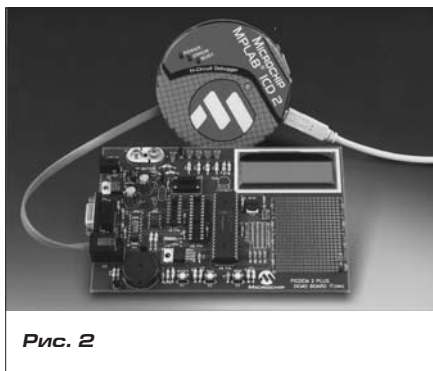

Рис. 2
Дебаггер ICD2 поставляется (таблица 2) как в виде отдельного модуля с характерным красно-синим корпусом без источника питания (DV164005), с источником питания (DV164007), а также в составе комплекта с демонстрационной платой PICDEM 2 Plus и образцом FLASH-контроллера PIC18F452 (DV164006, см. рис. 2). Демонстрационная плата содержит 2×16 ЖКИ-дисплей, температурный датчик, EEPROM-память, светодиоды, пищалку, RS-232
- Стильный запоминающийся корпус, похожий на хоккейную шайбу (см. рис. 2);
Эта демонстрационная плата от Microchip (рис. 2) имеет ICD-разъем, ЖКИ-индикатор, звуковой излучатель и температурный датчик. PICDEM 2 Plus позволяет разработчику быстро приступить к созданию и отладке программ для 18-, 28- и 40pin FLASH-микроконтроллеров PICmicro. Подробнее о характеристиках платы и комплекте поставки можно прочитать в обзоре отладочных средств в конце этого каталога.